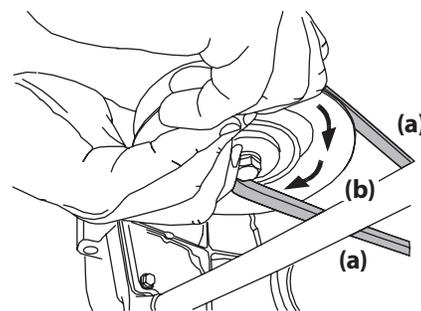

Figure 4-13
- d. Maintenez la courroie de la prise de force (a) vers le bas et continuez de tourner la poulie de la prise de force (b) jusqu'à ce que la courroie de la prise de force (a) soit complètement dégagée de la poulie de la prise de force (b). Voir Figure 4-13.
11. Tirez sur le côté droit de la courroie de la prise de force et placez le côté plus étroit en forme de « V » de la courroie de la prise de force dans la poulie de la prise de force. Voir Figure 4-13.
12. Tenez la courroie de la prise de force et la poulie de la prise de force, puis faites pivoter la poulie de la prise de force vers la gauche. Voir Figure 4-13. Continuez à tenir et à faire pivoter la poulie de la prise de force et la courroie de la prise de force jusqu'à ce que la courroie de la prise de force soit complètement enroulée autour de la poulie de la prise de force.